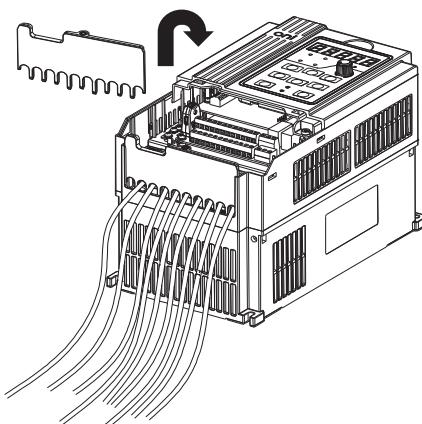

Рисунок 3.11 – Удаление и установка платы с проводами
G. Удаление и установка платы с проводами. Удалите плату, когда провода отсоединенны. После подключения входных и выходных кабелей защелкните плату с проводами на место (рисунок 3.11).